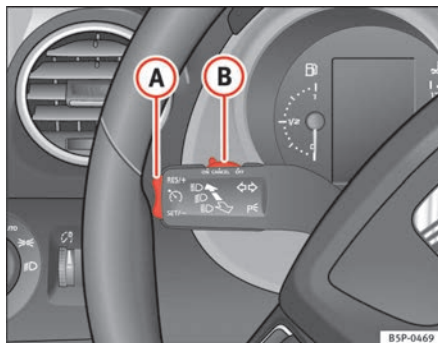

Fig. 147 Palanca de intermitentes y de luz de carretera: mando y tecla basculante para el regulador de velocidad
- Cuando se haya alcanzado la velocidad que se quiere programar, pulse brevemente la parte inferior de la tecla basculante **SET/-** ⇒ fig. 147 **A** una vez.